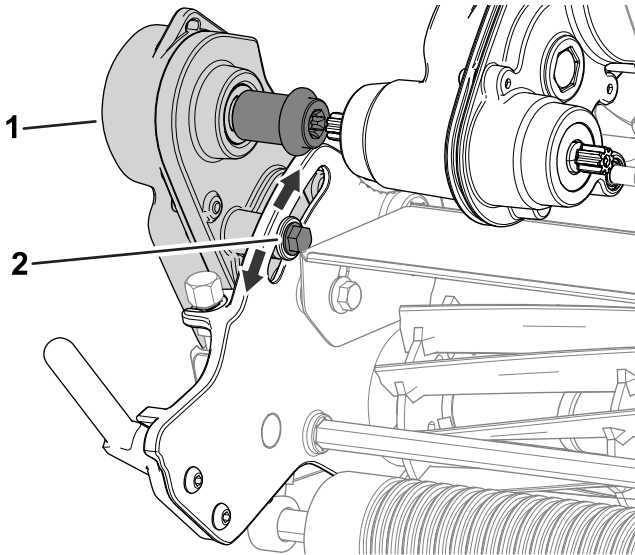

Figura 47
1. Desaperte o parafuso que se mostra na Figura 47.